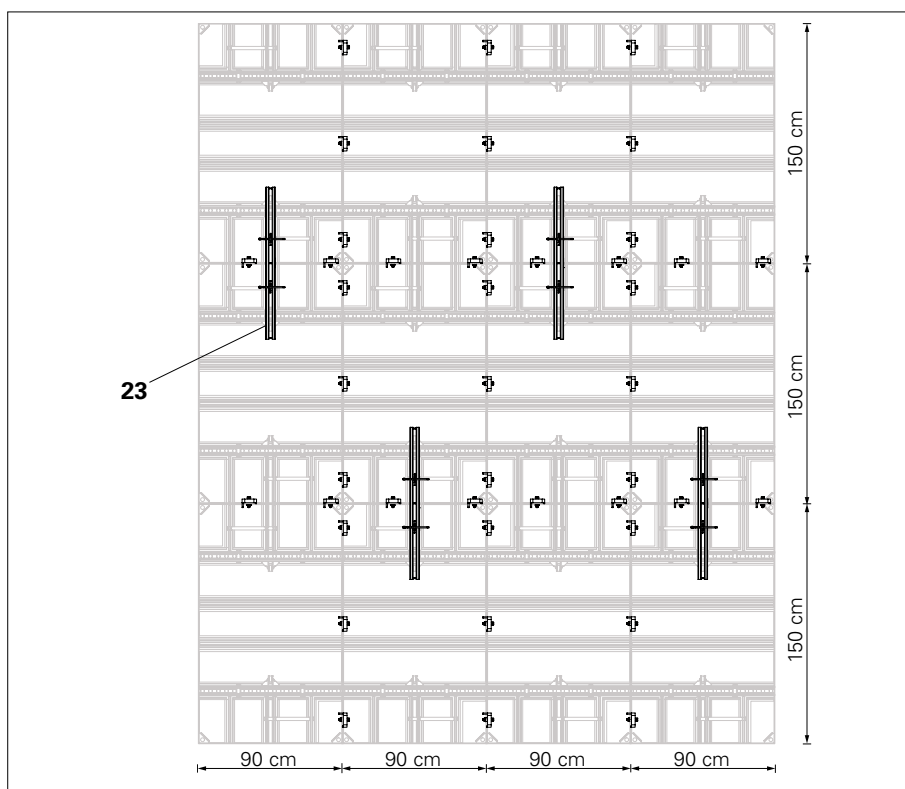

Fig. B6.04
Altezza raffigurata = 450 cm (Fig. B6.04)
Se non è necessario il preassemblaggio per l'estensione in altezza, è possibile seguire un andamento a zig-zag come illustrato nella Fig. B6.04 per l'allineamento verticale per mezzo di traverso di compensazione HSA 95 (23).